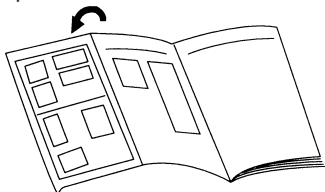

Fig. 6 Пульт дистанционного управления
- 1 Нажмите кнопку CLOCK ADJUST (Fig. 6 ③④).
- 2 С помощью кнопок TIMER SET (+/-) (Fig. 6 ③③) настройте текущее время на часах.
- 3 Нажмите кнопку CLOCK ADJUST (Fig. 6 ③④) еще раз.
1 Нажмите кнопку START/STOP (Fig. 6 29).
2 Для выбора нужного режима работы кондиционера нажмите кнопку MODE (Fig. 6 22).